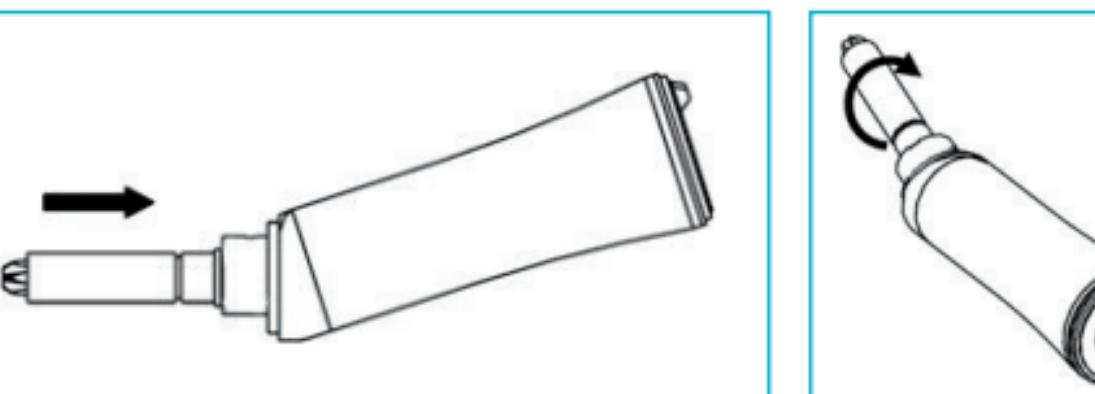

Fig. 10
- Setzen Sie die Antriebswelle ein. (Abbildung 10)